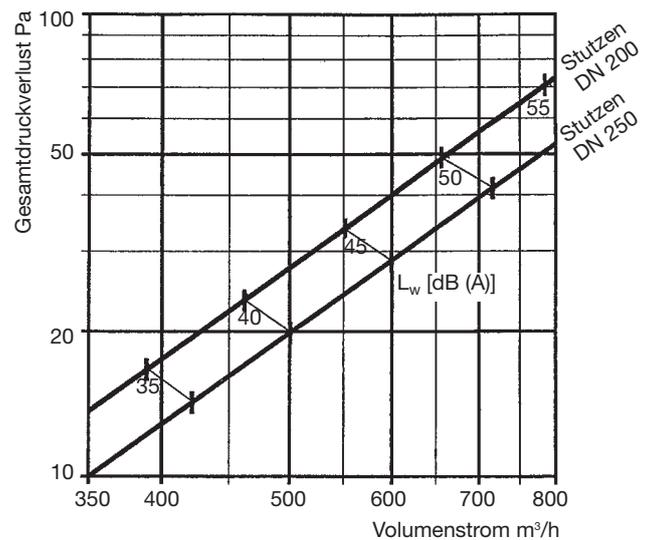

Abb. 11 Gesamtdruckverlust und Schalleistungspegel für Drall-Flächendurchlass DFA 9 (DFA 9/0 u. DFA 9/4)
$$L_W = 40 \text{ dB (A) (Abb. 11)}$$
$$\Delta P = 60 \text{ Pa (Abb. 11)}$$